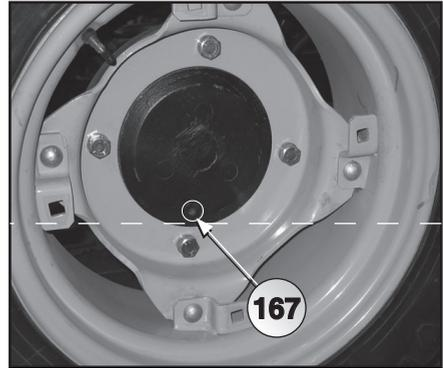
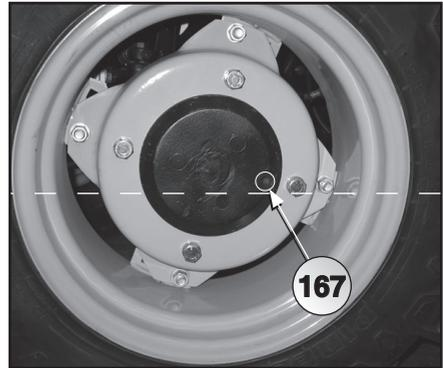

Abb. 6.31
Abb. 6.32
- Den Traktor so positionieren, dass sich der Stopfen (167 Abb. 6.31) im tiefstgelegenen Traktorbereich befindet;
- den Stopfen (167) entfernen und das Öl vollständig aus dem Unteretzungsgetriebe ablassen;
- den Traktor so positionieren, dass der Stopfen (167 Abb. 6.32) sich auf der waagerechten Mittellinie des Traktors befindet;
- Das Gehäuse mit Öl der Marke **BCS POWERLUBE W13T** (0,8 lt Traktor RS-Ausführung-MT) bis zum Stopfenrand füllen (167);
- Den Stopfen (167) wieder anbringen.